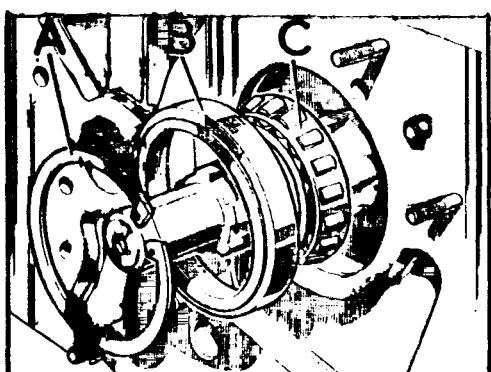

Fig. C-42 Cojinete delantero para el - eje de salida
- 4.3. Colocar los trapos para proteger los alojamientos de los cojinetes de la caja reductora, montar el rodamiento, C (Fig. C-42), sobre el eje y seguidamente la pista exterior, B, que se sujetará con el arillo, A.